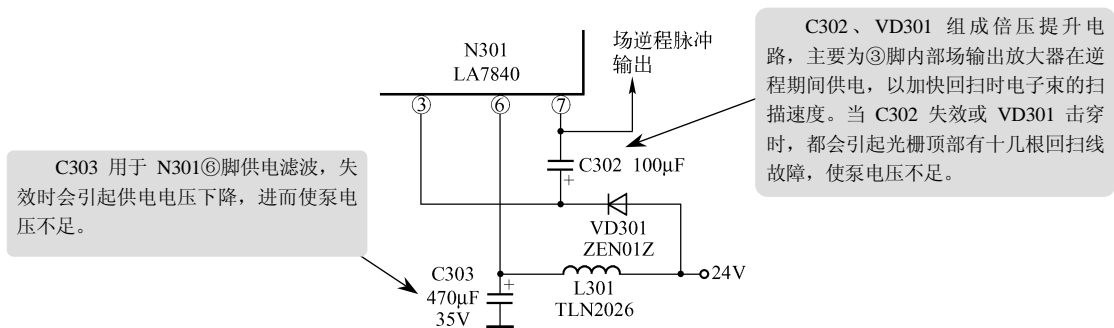

图 7-4 倍压提升电路故障检修
检查与分析：首先检查 N301 (LA7840) 各脚电压，发现 N301⑦脚电压为 1.0V，正常值应为 2.0V，见表 7-3。因而判断泵电源倍压提升电路有故障。再进一步检查，最终是 C302 无容量，将其换新后，故障被排除，如图 7-4 所示。